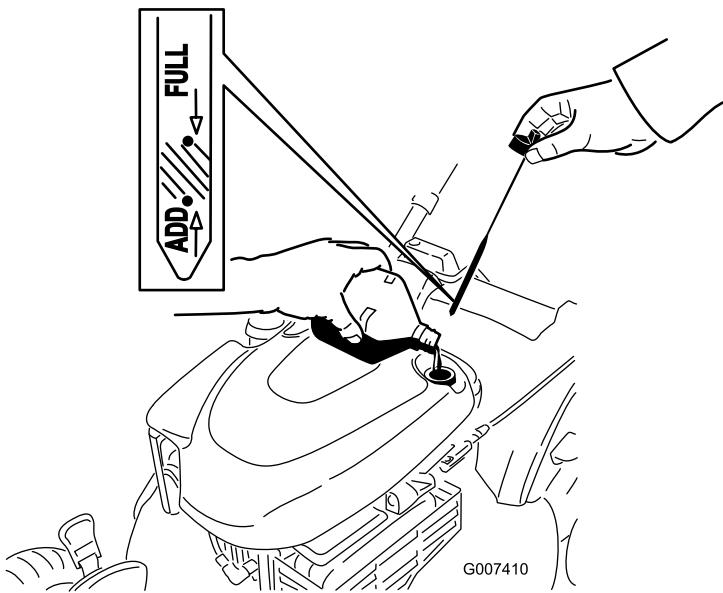

Figura 44
- Retire la varilla y observe el nivel de aceite; consulte Figura 44.